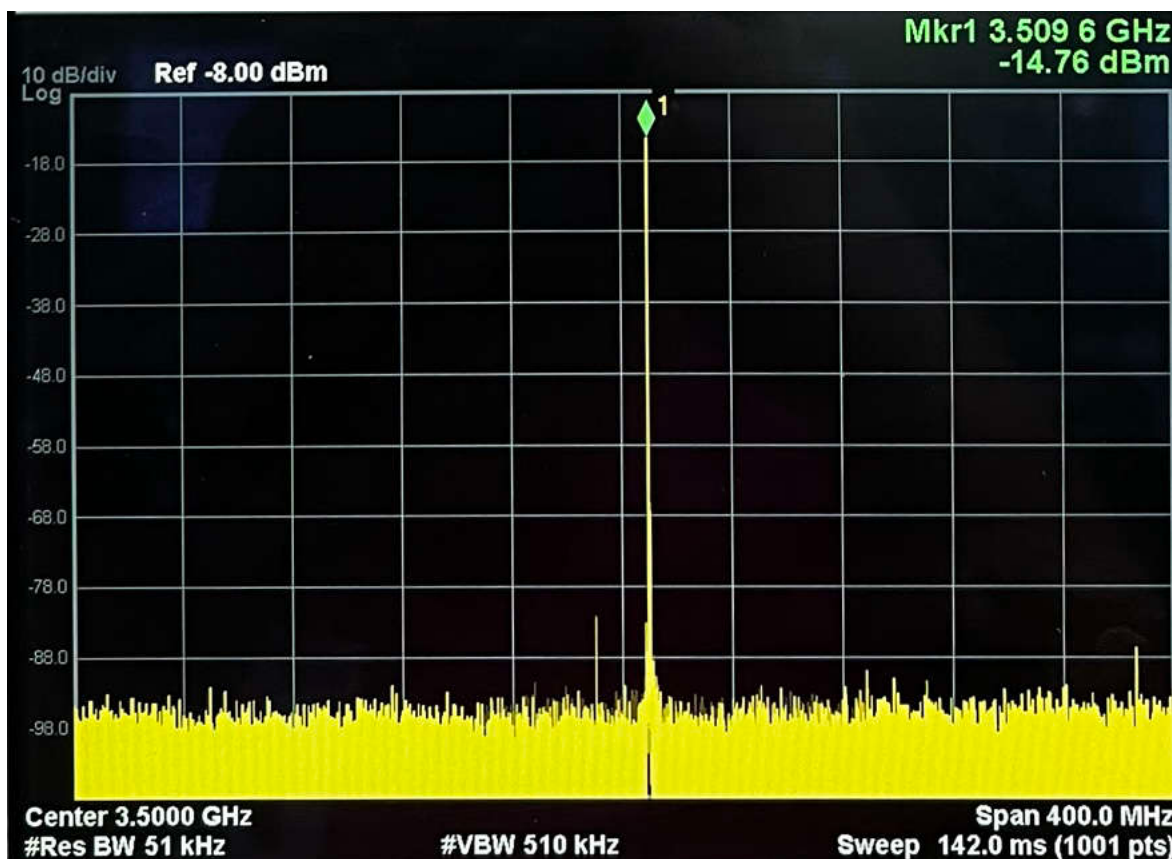

図 4-4. 3.5GHz NCO での標準的な TXDAC 10MHz シングルトーン性能 (-10dBFS 振幅)
2. 適用可能なコードの一部を強調表示し、F7 キーを押して実行します。標準的な性能測定値については、図 4-4 を参照してください。